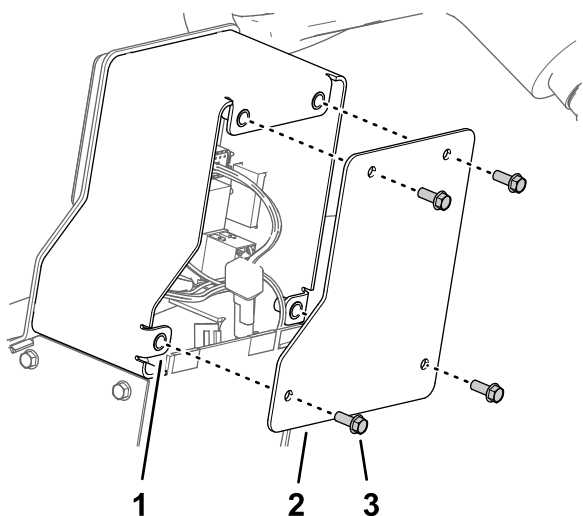

**Figure 17**
2. Branchez l'interrupteur à bascule (2-positions – commande d'éclairage) au connecteur à 8 douilles (Figure 17) du faisceau de la plate-forme étiqueté LIGHT SWITCH.